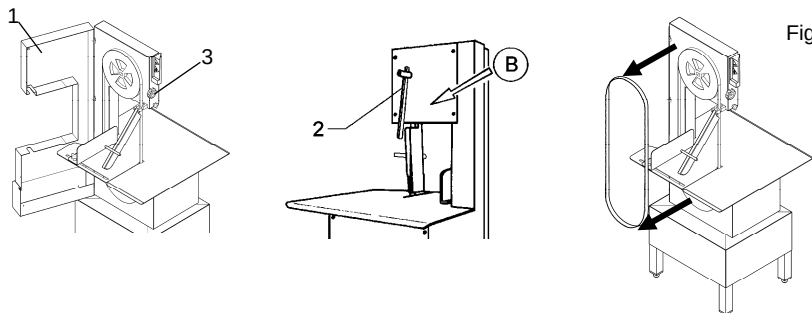

Fig. 7.6.2
7.6.2 Substitution de la lame (Fig. 7.6.2)
- Placer le levier "2" vers le bas, comme indiqué sur la Fig. 7.6.2 par la flèche "B"